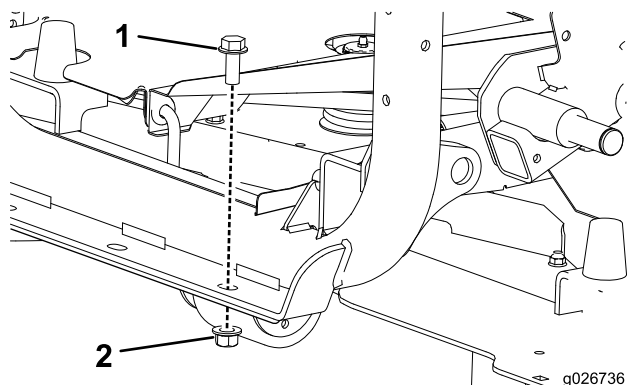

Bild 23
- Entfernen Sie an der rechten Seite der Maschine die Mutter und Schraube, mit denen der Hinterrahmen am Vorderrahmen befestigt ist (Bild 23).